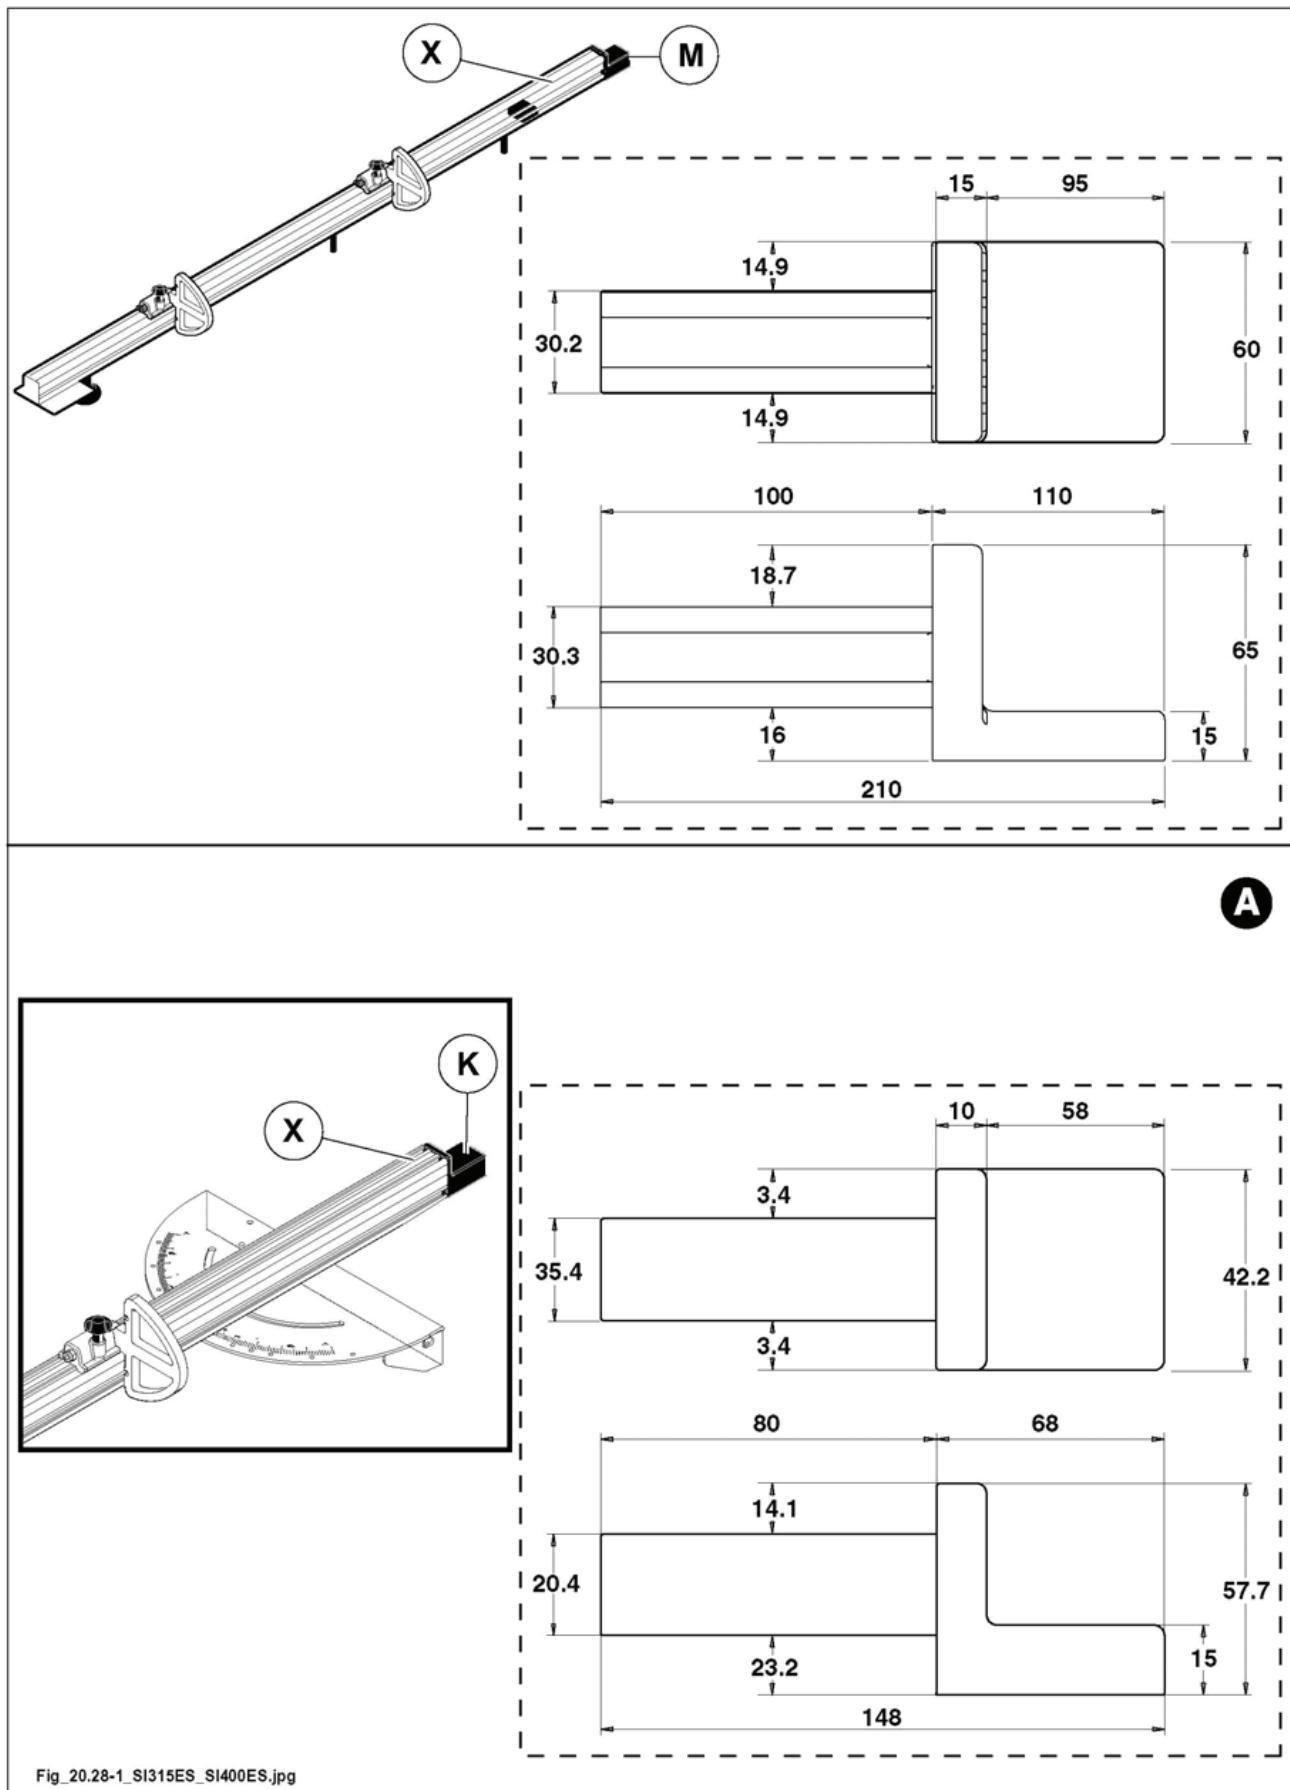

Рис. 20.28-1
Для замены деревянной части (M рис. 20.28-1), требуется обратиться:
или восстановить часть, используя дерево букса, с размерами, как указано на рис. 20.28-1.
Для замены деревянной части (K рис. 20.28.1), требуется обратиться:
или восстановить часть, используя дерево букса, с размерами, как указано на рис. 20.28.1
Для замены изношенной защиты от осколков, регулировать винтом (X рис. 20.28.1). Установить новую защиту от осколков и затянуть винт (X).